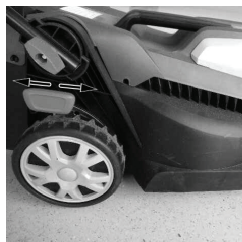

Рис. 1
*Для модели PT 1433E (Рис. 1)*